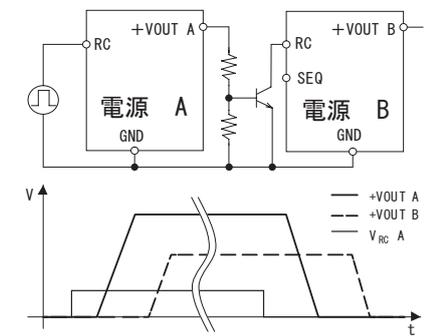

図3.10 接続方法とシーケンス例
- SEQ端子に印加する電圧を制御することで、複数の電源の起動シーケンスを制御できます。シーケンスと接続例を図3.10に示します。